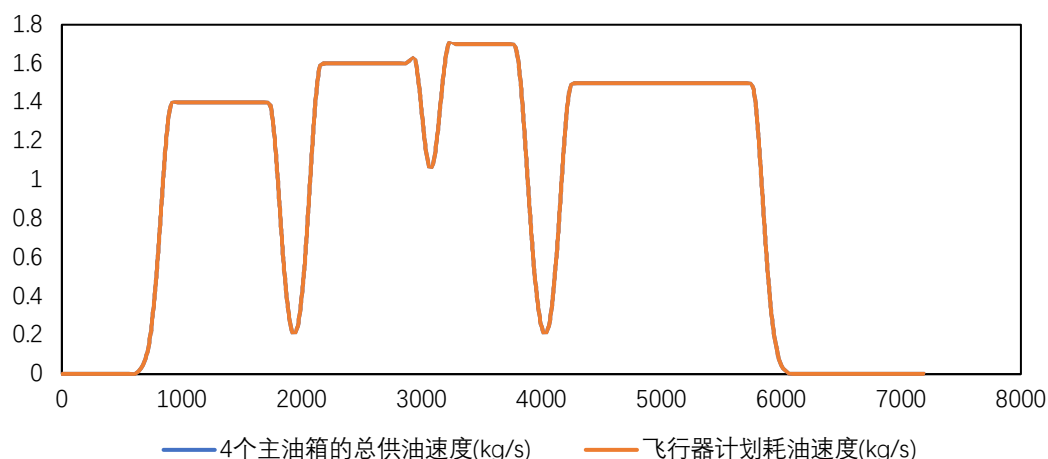

图 24: 4 个主油箱的总供油曲线与计划耗油速度曲线对比图
4 个主油箱的总供油曲线与计划耗油速度曲线对比如图 24 所示:
4 个主油箱的总供油曲线与计划耗油速度曲线；	图 24
为了验证 (2)，从图 24 中可以看出，飞行器的耗油速度曲线与 4 个主油箱的供油速度曲线完全重合，即飞行器能一直获得充足的油，我们的模型有效性非常好。需要说明的是，算法中也兼顾了供油速度的平滑性。